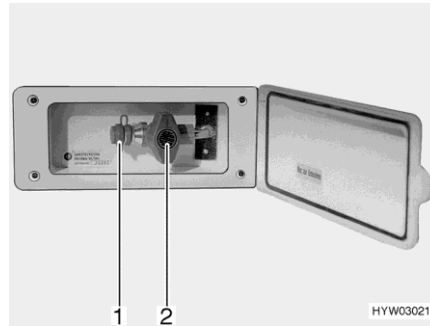

Bild 172 Extern gasanslutning
- Anslut den externa gasapparaten till anslutningar (Bild 172,1).
- Öppna gasavstängningsventilen (Bild 172,2).